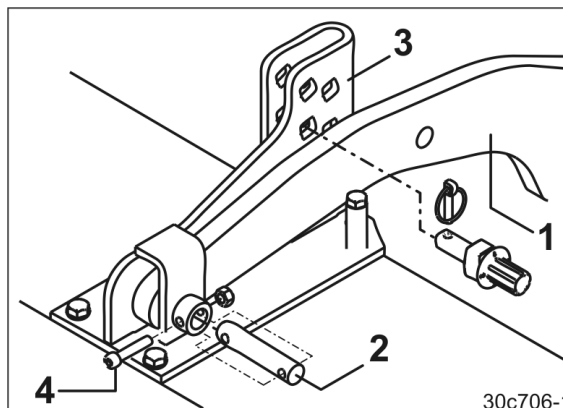

Рис. 37
Каток с 2 кронштейнами (Рис. 37/1) следует закрепить на почвообрабатывающем агрегате.
3. Закрепите кронштейны (Рис. 37/1) катка на упорных деталях (Рис. 37/3) почвообрабатывающего агрегата с помощью крепежных пальцев (Рис. 37/2) и застопорите болтом с гайкой (Рис. 37/4).
2. Ослабьте болты с гайкой (Рис. 37/4), вытяните крепежные пальцы (Рис. 37/2) кронштейнов.